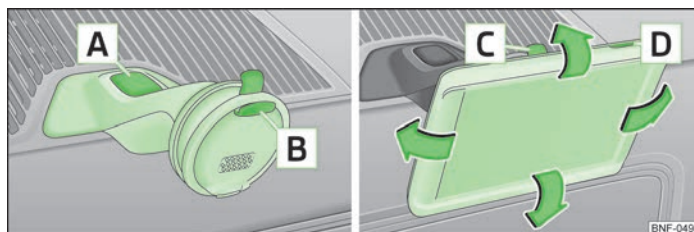

Fig. 77 Alojamiento del equipo multifunción/equipo multifunción
- Colocar primero el equipo multifunción en el soporte superior  » fig. 77 y presionarlo en el lado inferior hacia el alojamiento hasta que encaje » .
- La inclinación puede ajustarse moviendo el equipo multifunción en el sentido de la flecha » fig. 77 hasta la posición deseada » .
- Pulsar con la otra mano la tecla de desbloqueo  » fig. 77 y extraer el aparato.
- Pulsar con la otra mano la tecla de desbloqueo  » fig. 77.
- Activar el equipo multifunción pulsando la tecla  » fig. 77.